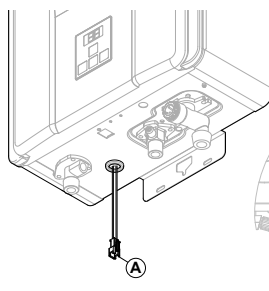

Fig. 1
3. Passare sufficiente cavo attraverso il foro gommato della mantellatura (Fig. 1); collegarne il capo alla scheda elettronica e fissarlo alla scocca © (Fig. 2);